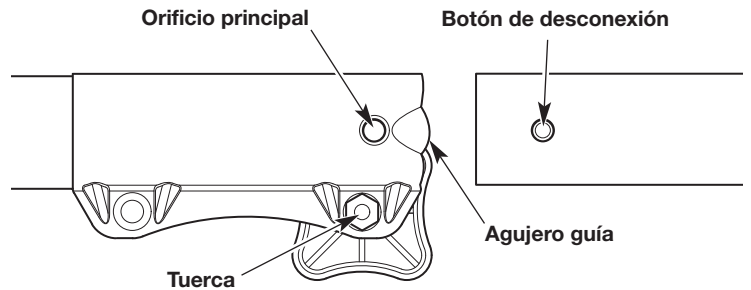

Fig. 6
4. Alinee el botón de liberación con el embutimiento de la guía (Fig. 6).
5. Presione el accesorio directamente dentro del acoplador hasta que el botón de liberación encaje a presión firmemente del orificio principal (Fig. 6).
NOTA: No ajuste la tuerca (Fig. 6).
3. Oprima y mantenga apretado el botón de liberación (Fig. 6).